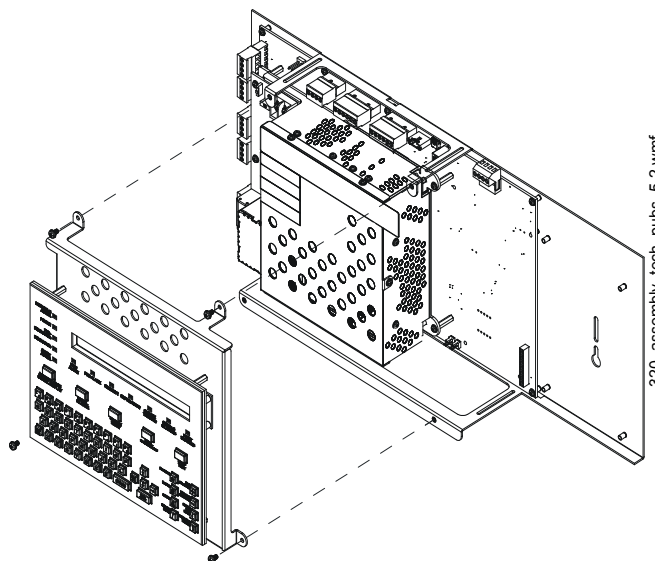

Figura 3.2 Quitar y volver a instalar el KDM-R2
1. Quite y vuelva a instalar el KDM-R2, como se muestra en la figura 3.2. Puede resultar conveniente realizar un cableado de campo básico antes de volver a instalar el KDM-R2.